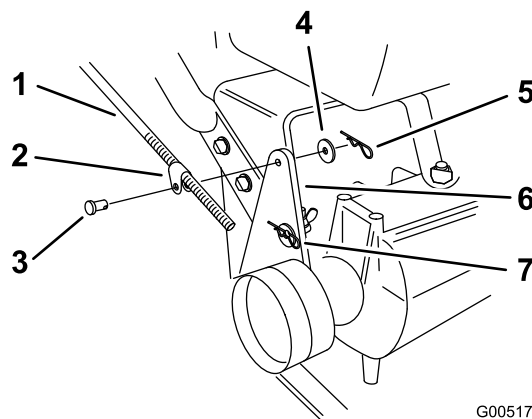

Figure 40
2. Vérifiez le fonctionnement. Si un réglage est nécessaire, retirez la goupille fendue, la rondelle et l'axe de chape qui fixent la tige de commande au support de la poulie de tension (Figure 40).